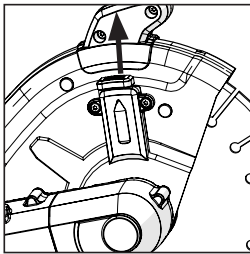

FIG. 4
- Active el sistema de bloqueo de la protección de la hoja tirando del seguro hacia arriba. (Fig. 4)